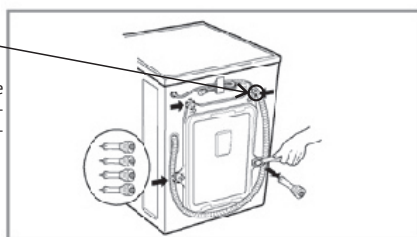

Abb. 3
3. Drehen Sie das Gummiband der Schraube leicht, entfernen Sie dann die Schrauben und halten Sie die Schrauben und den Schraubenschlüssel immer griffbereit (siehe Abb.3).